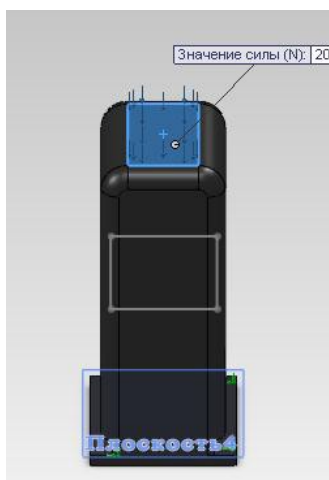

Рис. 6.4. Статические граничные условия
8. После выполнения команды на модели появятся красные стрелки, отображающие наличие статических граничных условий на соответствующих поверхностях (рис. 6.4).